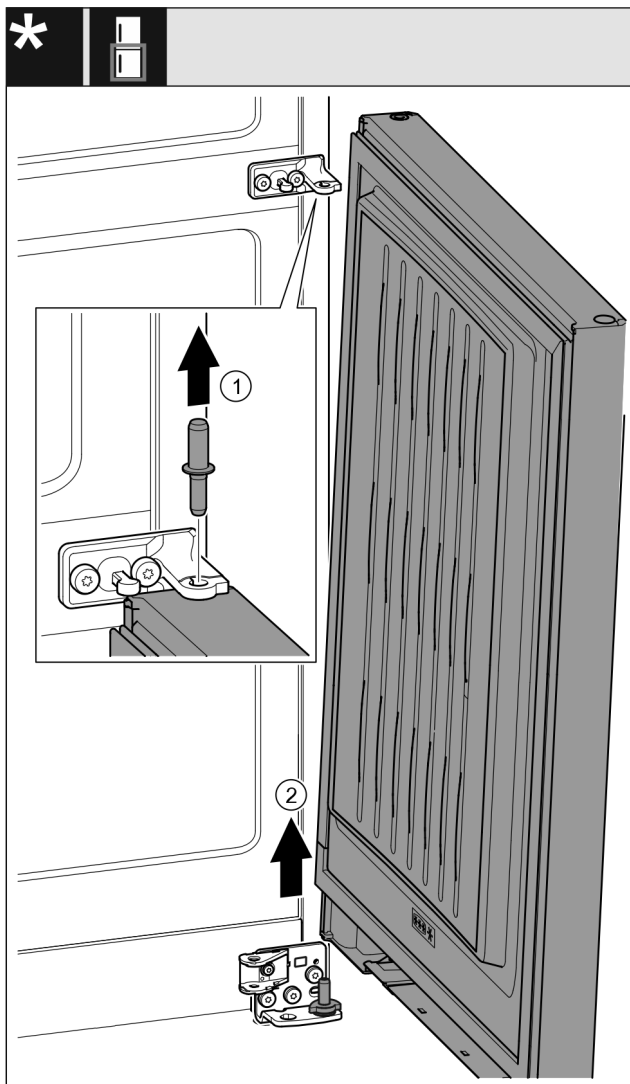

Fig. 23 \*
- ▶ Nxirrni jashtë bulonin duke e ngritur lart. Fig. 23 (1)\*
- ▶ Anoni paksa derën për ta ngritur, tërhiqeni lart dhe lëreni mënjanë. Fig. 23 (2)\*